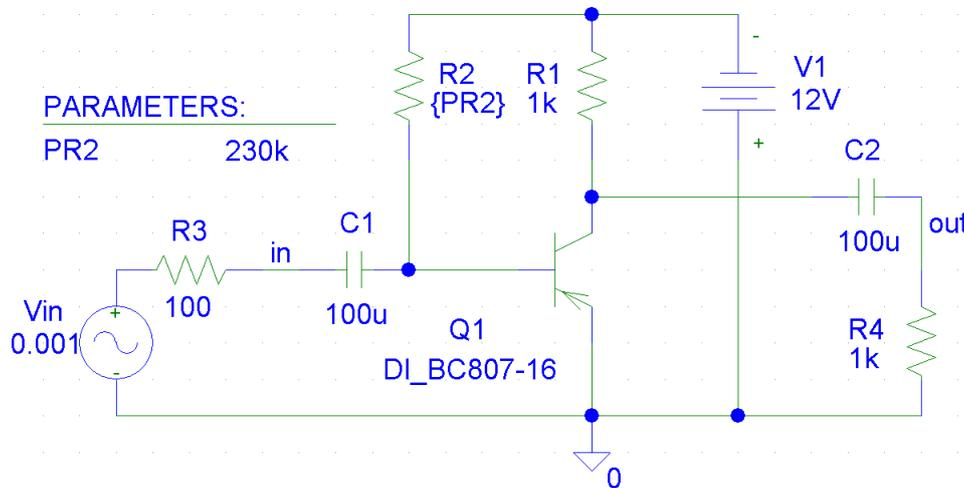
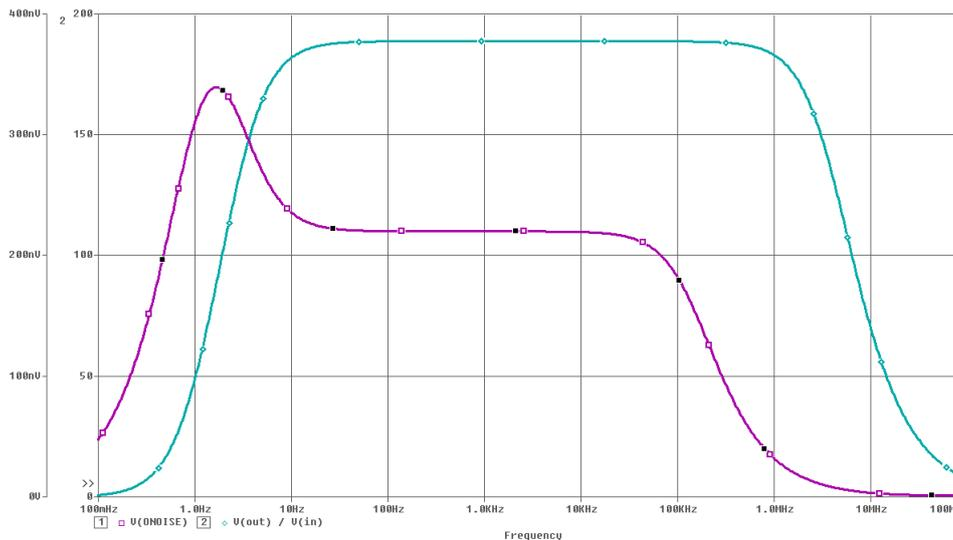

Рисунок 6.1 – Схема усилительного каскада на БТ
Рисунок 6.3 – АЧХ (1) и зависимость напряжения шумов на выходе каскада от частоты (2)
6.5.1 С помощью PSpice Design Manager оздать новый проект. В PSpice Schematics подготовить схему усилительного каскада на БТ (рис. 6.1).
6.5.5 Сохранить схему и результаты анализа в заготовке отчета. Пример оформления схемы приведен на рис. 6.1, АЧХ и зависимости напряжения шумов на выходе каскада от частоты – на рис. 6.3.
7.4.1 Создать новый проект и в PSpice Schematics подготовить схему усилительного каскада для анализа (**рис. 6.1**).